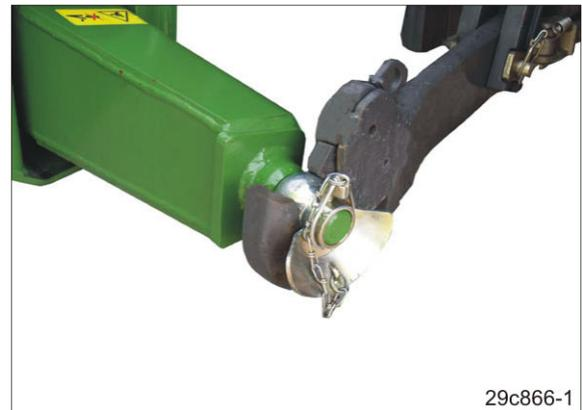

Fig. 157
17. Die Sicherung (Fig. 157) der Traktorunterlenker öffnen (siehe Traktor-Betriebsanleitung).